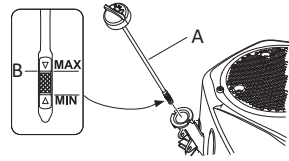

Fig. 2
- Schrauben Sie den Ölmesstab Fig. 2 Abb. A heraus, reinigen Sie das Ende des Ölmesstabs und setzen Sie ihn wie abgebildet ein, ohne ihn festzuschrauben.
- Den Deckel mit dem Peilstab abnehmen und den Ölstand, der zwischen den Markierungen Fig. 2 Abb. B „MIN“ und „MAX“ liegen muss ablesen.